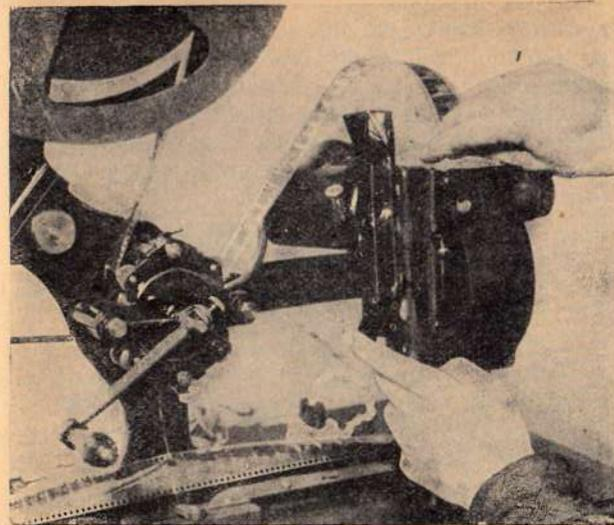

Рис. 22. Закладка фильма в рамку.
5) Затем надо положить по всей длине дверного желоба (салазок) (рис. 22) часть ленты, внимательно следя, чтобы она плотно была прижата в углублении желобка и чтобы зубья выступающих вилок проходили с обеих сторон в перфорацию. При наложении ленты в салазки нужно следить, по возможности, за тем, чтобы один снимок точно совпадал с рамкой
аппарата. Далее, придерживая в натянутом положении ленту, закрыть дверку указательным пальцем левой руки (см. рис. 22).